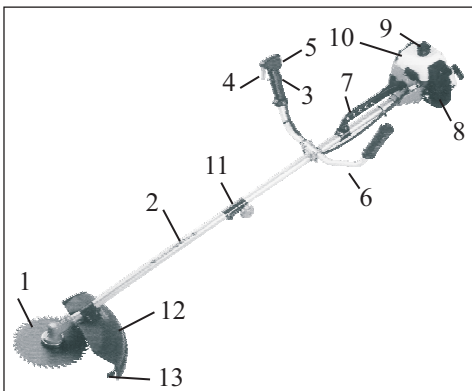

рис. 1
5.1 Общий вид бензокосы схематично представлен на рис.1
6.1.1 Возьмите правую и левую части рукоятки **6** (рис.1) и установите на штангу гибкого вала **2** (рис.1)
Внимание! Перед работой, не забудьте снять с ножа ограничителя длины лески **13** (рис. 1) защитный чехол. Соответственно, по окончании работы наденьте чехол обратно.